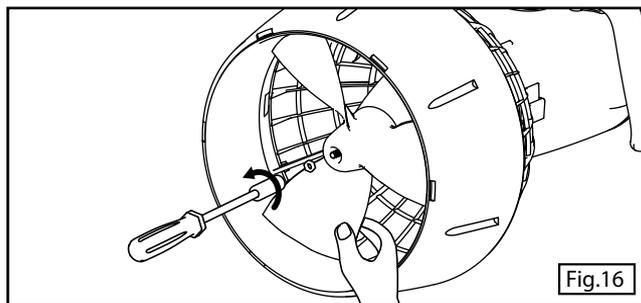

Fig.16
5. Tout en retenant le propulseur, à l'aide d'une douille M6 retirer l'écrou de la tige du propulseur (voir figure 16).